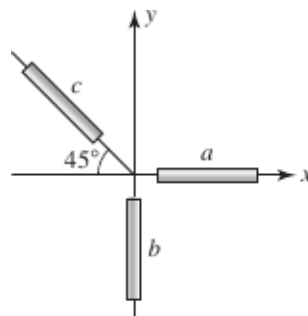

Figura 3
5. Em uma superfície de aço ($E = 210$ GPa, $\nu = 0.28$, $\bar{\sigma} = 210$ MPa) as deformações medidas pela roseta de *strains-gages* mostrada na Figura 3 foram $\varepsilon_a = -800 \times 10^{-6}$, $\varepsilon_b = -300 \times 10^{-6}$, $\varepsilon_c = -700 \times 10^{-6}$. Adotando o critério de von Mises, determine se o material falha.